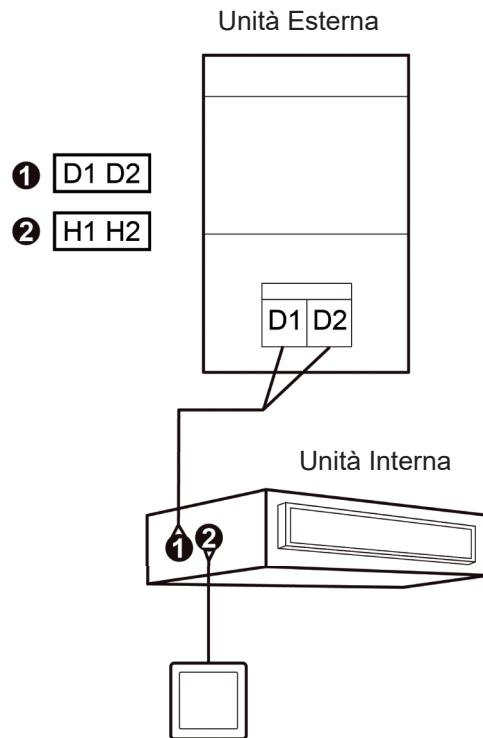
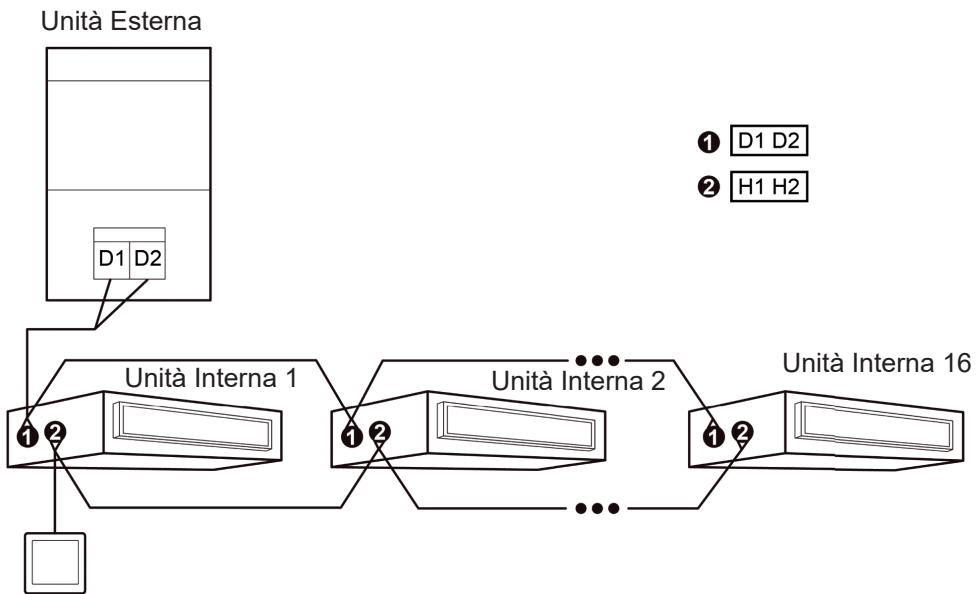

Fig. 4.4 Un Filocomando controlla una Unità Interna.
Fig. 4.5: Un Filocomando controlla diverse Unità Interne VRF simultaneamente.
- (1) Se un Filocomando controlla diverse Unità Interne simultaneamente, il filocomando può essere collegato a qualsiasi Unità Interna, ma l'Unità Interna collegata deve appartenere alla stessa serie. La quantità totale massima di Unità Interne controllate dal filocomando è di 16 Unità Interne, e le Unità Interne collegate devono appartenere alla stessa rete. Il Filocomando deve impostare la quantità di Unità Interne del gruppo di controllo. Per il metodo di configurazione, fare riferimento al Paragrafo 4.2.2.
- (2) Se un Filocomando controlla più Unità Interne, le impostazioni delle Unità sotto controllo devono essere le medesime.
- (3) La rete di cablaggio del Filocomando e delle Unità Interne deve essere in conformità con le Fig. 4.4 o Fig. 4.5.